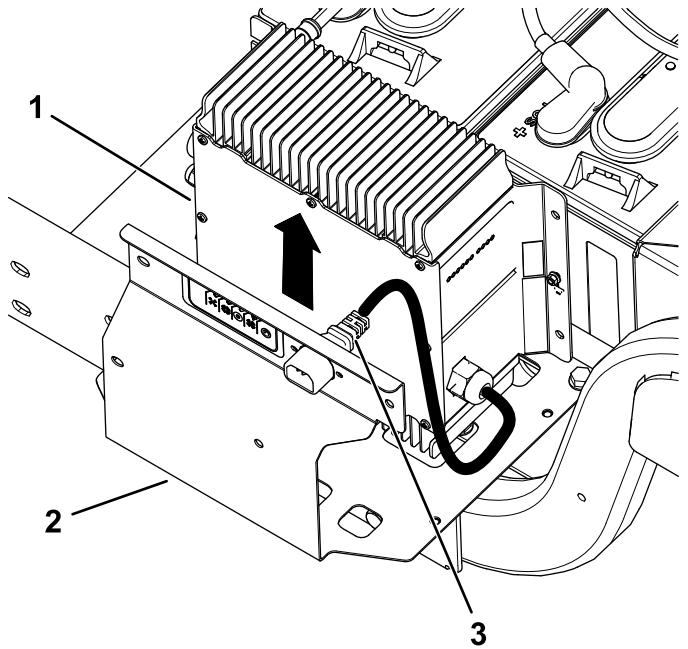

Bild 5
- Nehmen Sie das Ladegerät und das Ladegerätkabel aus der Ladegeräthalterung (Bild 5).